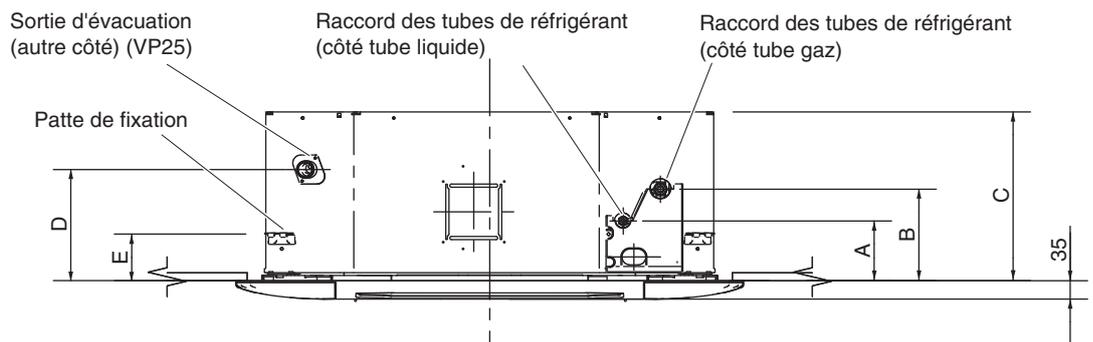

Fig. 3-34
(3) Déterminez l'écartement des tiges filetées en utilisant le gabarit de montage fourni. Le schéma et le tableau (figure 3-34 et tableau 3-4) illustrent la relation entre les positions et les attaches de suspension, l'unité et le panneau.